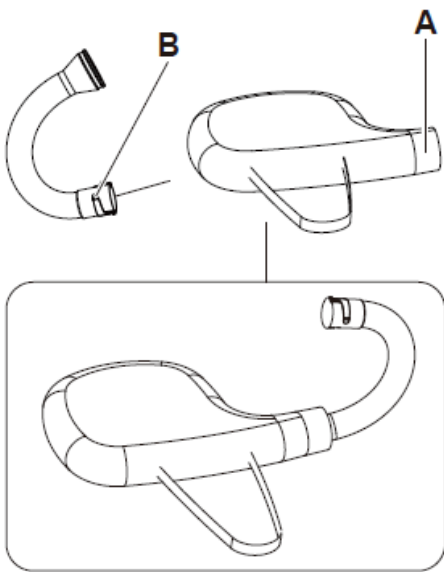

Fig. 4
1) Insérez le tube incurvé dans la fermeture éclair du sac. L'extrémité fendue du tube (B) traverse d'abord la zone (A) du sac. Voir l'image complète de l'assemblage à la FIG. 4 pour le bon look. Une fois le tube en place, serrez la bande velcro.